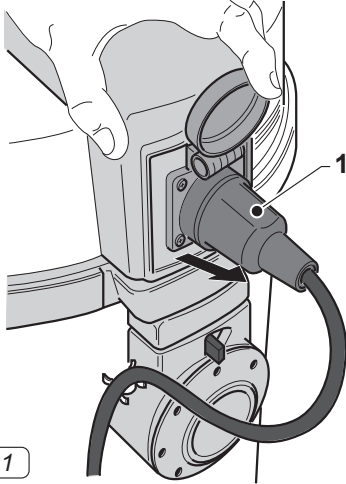

Fig. 1
- Отсоединить шнур питания (1 Рис. 1) Насос эвакуации.
- Вставьте вилку (1 Рис. 1) на соquete.
- Вставьте вилку (17 Рис. 12) в розетку и убедитесь, что пробка (1 Рис. 1) вставлена правильно.